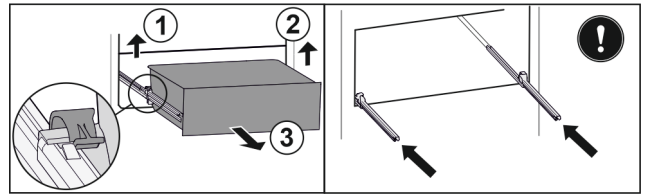

Fig. 109
- Підняти лівий затискач і одночасно висувний ящик ліворуч потягнути вперед. Fig. 109 (1)
- Підняти правий затискач і одночасно висувний ящик праворуч потягнути вперед. Fig. 109 (2)
- Вийняти висувний ящик рухом вперед. Fig. 109 (3)